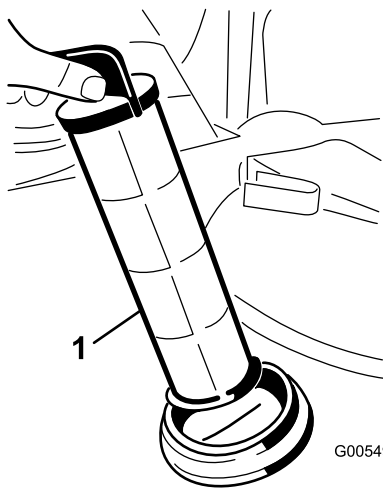

Figure 42
4. Sortez la crépine d'aspiration de son logement dans le réservoir (Figure 42).